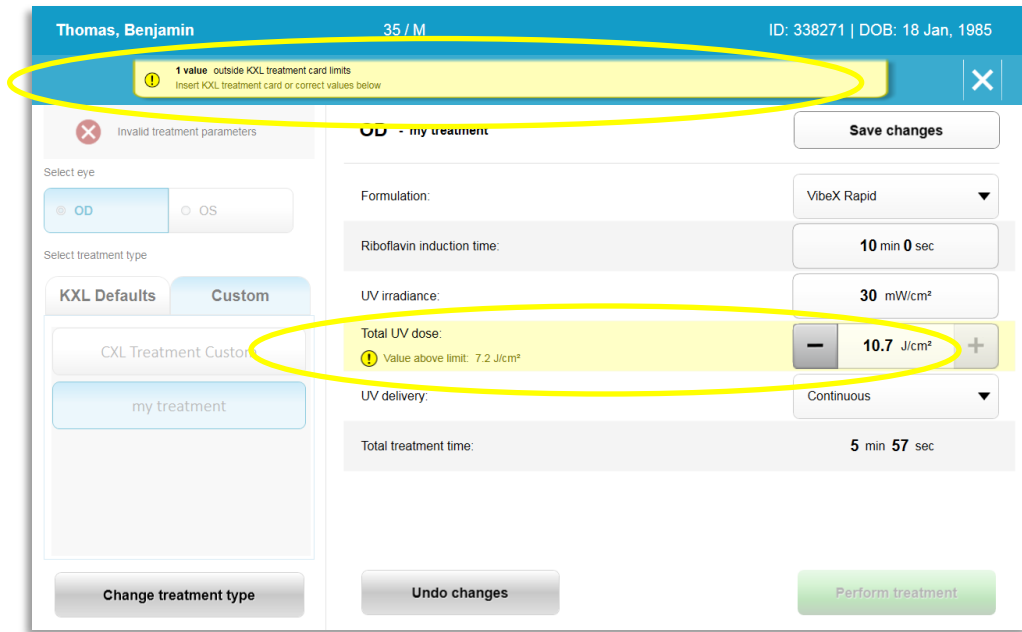

Figura 3-15. Parâmetros de tratamento inválidos
- Se não restarem tratamentos no cartão, o sistema alerta o utilizador para introduzir um cartão diferente como mostrado na figura 3-15.